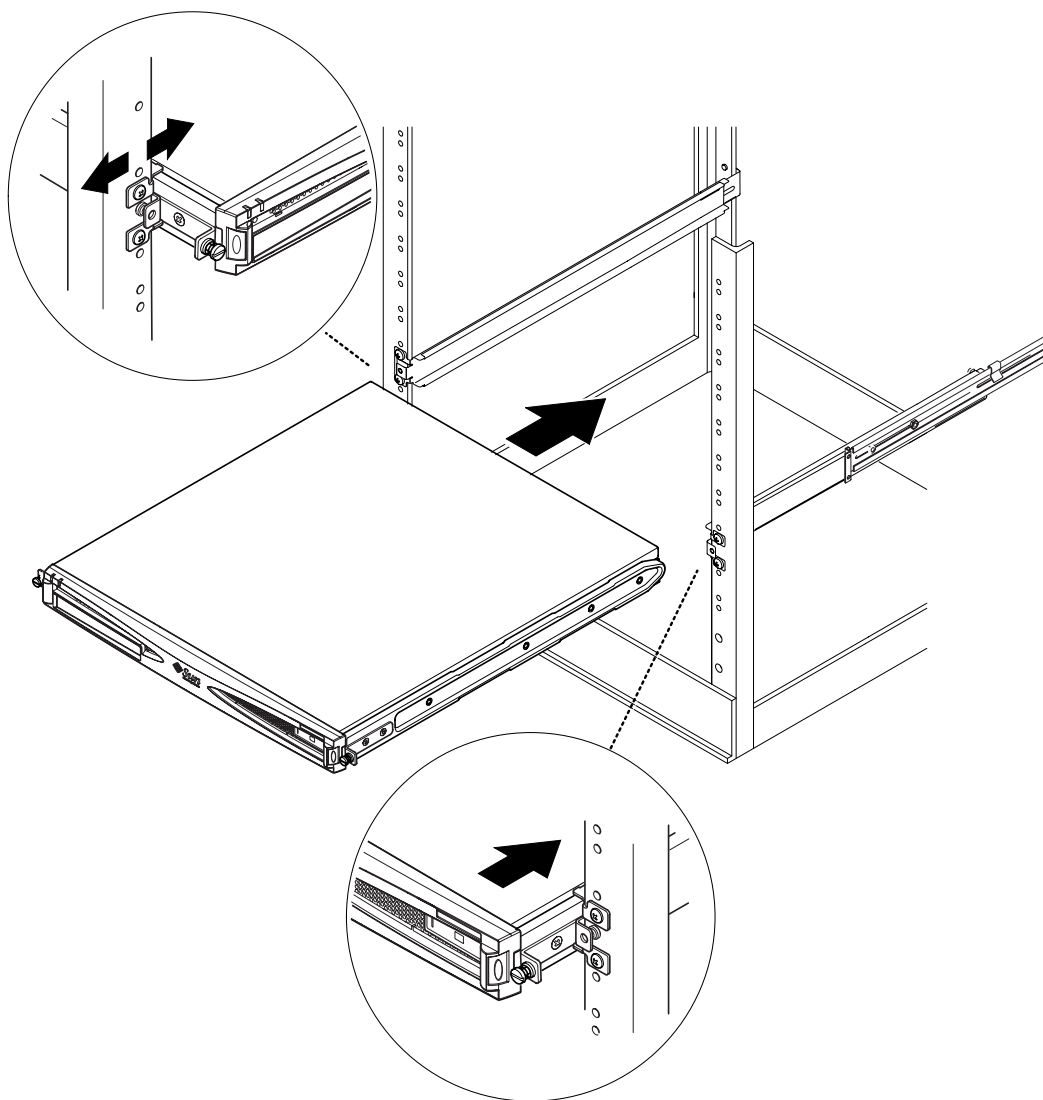

FIGURA 2-7 Inserimento del server Sun Fire V100 in un rack standard da 19 pollici
7. Far scorrere il server nel rack (vedere FIGURA 2-7).